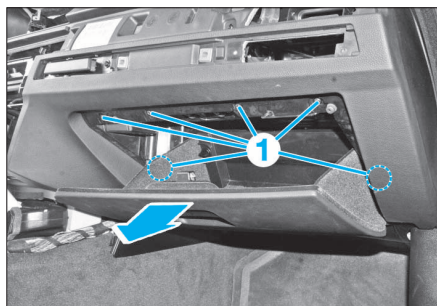

FIG. 5
- Déposer les différentes vis de fixation (1) de la boîte à gants (Fig.5).